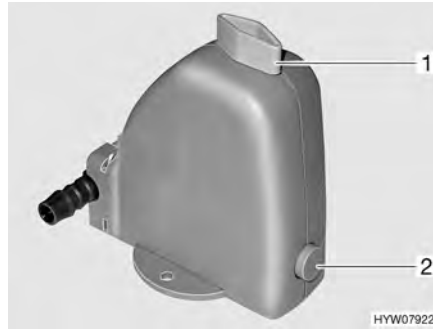

Bild 174 Varmvattenberedarens säkerhets-/avtappningsventil
Varmvattenberedaren är utrustad med en säkerhets-/avtappningsventil (Bild 174). Säkerhets-/avtappningsventilen gör så att vattnet i varmvattenberedaren inte kallnar när det är frost och värmen inte är påslagen.
- Säkerhets-/avtappningsventilen stängs. Ställ vredet (Bild 174,1) diagonalt mot säkerhets-/avtappningsventilen och tryck in tryckknappen (Bild 174,2).
- Öppna säkerhets-/avtappningsventil. Vrid då vredet (Bild 174,1) mot säkerhets-/avtappningsventilen. Tryckknappen (Bild 174,2) skjuts ut. Nu töms varmvattenberedaren via säkerhets-/avtappningsventilen utomhus.